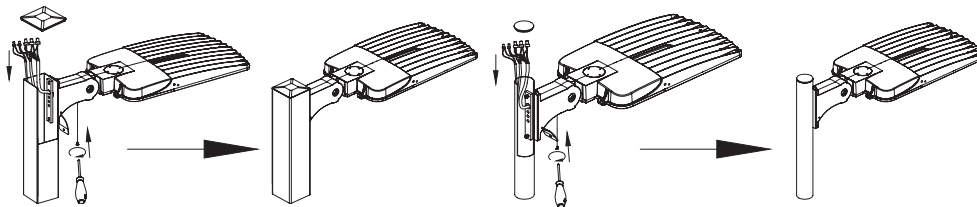

Figure 7.1
7.1. Poussez les fils connectés à l'intérieur du poteau, fermez le couvercle supérieur du poteau, puis fermez le couvercle de la boîte de connexion en serrant les vis de fixation, comme illustré à la Figure 7.1.